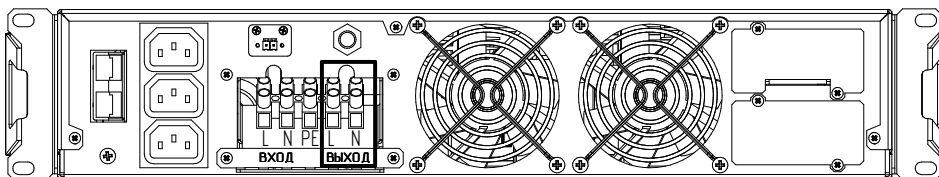

Рисунок 13. ИБП Штиль SR1103TL. Выводы «Выход L-N»
- у ИБП Штиль SR1103TL к розеткам типа C13 – **рисунок 3в** (поз. 2) и выводам «Выход L-N» – **рисунок 13**.